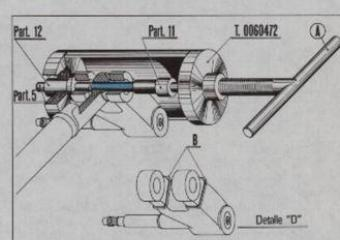

Fig. 63
Montaje eje (Fig. 63).
Nota.—Antes de efectuar la conexión sobreindicada montar los dos anillos guardapolvo «B» sobre el buje oscilante como en el detalle «D» (Fig. 63).
— Quitar entonces los dos distanciadores (particular 17, fig. 65), y después de haber llenado completamente con grasa (1) el espacio comprendido entre los «NADELLA» - tubo de dirección y buje oscilante, desplazar los anillos guardapolvo «B» (Fig. 63) hasta colocarlos en el antedicho espacio.
— Quitar del útil T. 0060472 el particular 5 (de guía), parcialmente expulsado en la presente fase de montaje del perno (Fig. 63), dejando siempre instalado el particular 12.